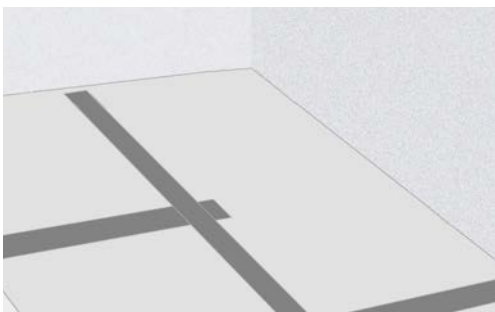

Fig.4. Installera underlag
5. Installera 6mm underlagsplattor, hela undergolvet ska täckas. - vilket skarpar en ny stabil och isolerad bas för värmefolien, (fig.4)